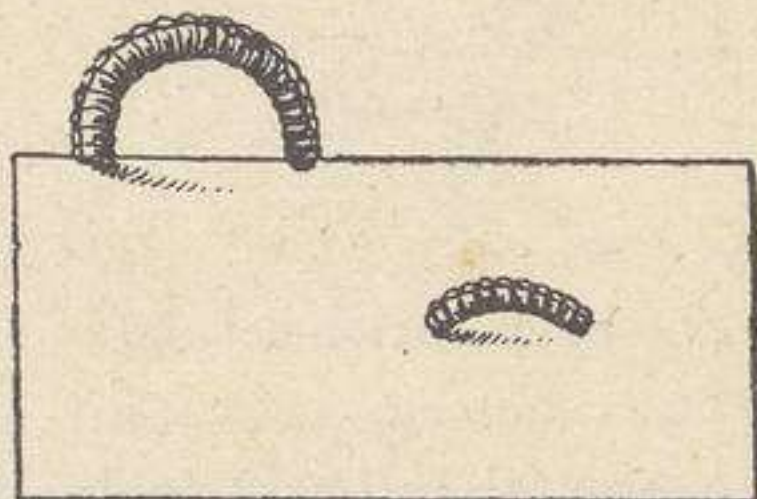

Fig. 12.—Presillas
**Presillas** (fig. 12).—Se clava la aguja en la tela formando un arco de la anchura del botón y se repite esta operación varias veces. Por último se coge la presi-